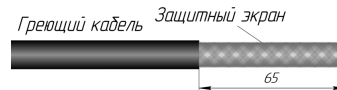

Рисунок 1
2.5. Надрезать и снять оболочку нагревательного кабеля на длине 65 мм (см. Рисунок 1), защитный экран в виде оплётки скрутить в жгут. Снять изоляцию с саморегулируемой матрицы на длине 45 мм (см. Рисунок 1а).
Рисунок 1а